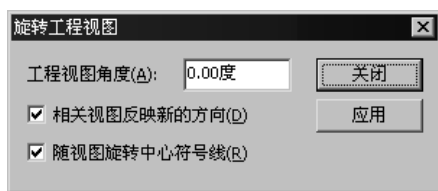

图 9.4.10 “旋转工程视图”对话框
右击要旋转的视图，在系统弹出的快捷菜单中依次选择 **缩放/平移/旋转** → **旋转视图 (R)** 命令，系统弹出如图 9.4.10 所示的“旋转工程视图”对话框。在“工程视图角度”文本框中输入要旋转的角度值，单击 **应用** 按钮即可旋转视图，旋转完成后单击 **关闭** 按钮。也可直接将鼠标指针移至该视图上，按住鼠标左键并移动以旋转视图。